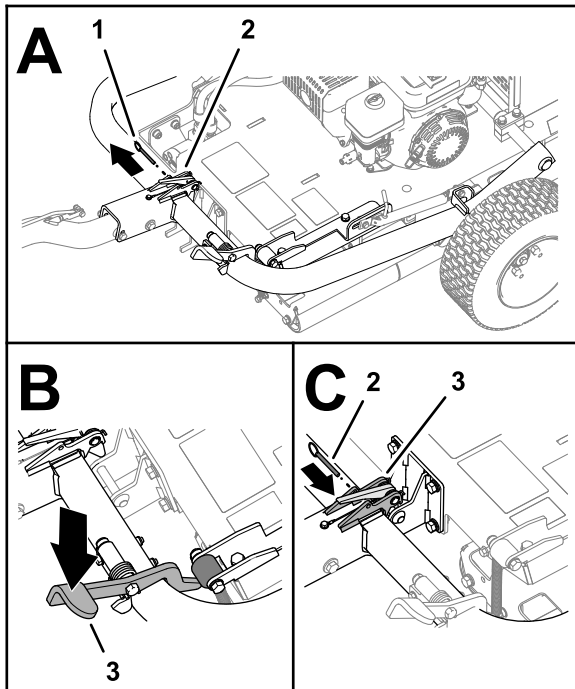

Рисунок 8
- Снимите стопорный штифт (если он установлен) с защелки (Рисунок 8).
- Нажимайте на педаль сцепки, пока сцепка не зафиксируется на месте (Рисунок 8).
- Вставьте стопорный штифт в отверстия защелки (Рисунок 8).